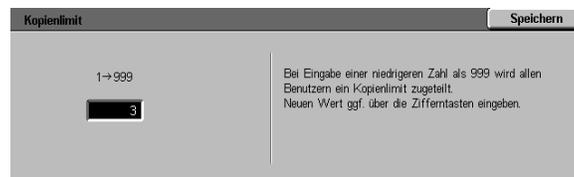

Abb. 37: Kopienlimit
- Im Bildschirm “Kopienlimit” (s. Abb. 37) das Kopienlimit (1—999) eingeben. Hierzu die Zifferntasten verwenden.